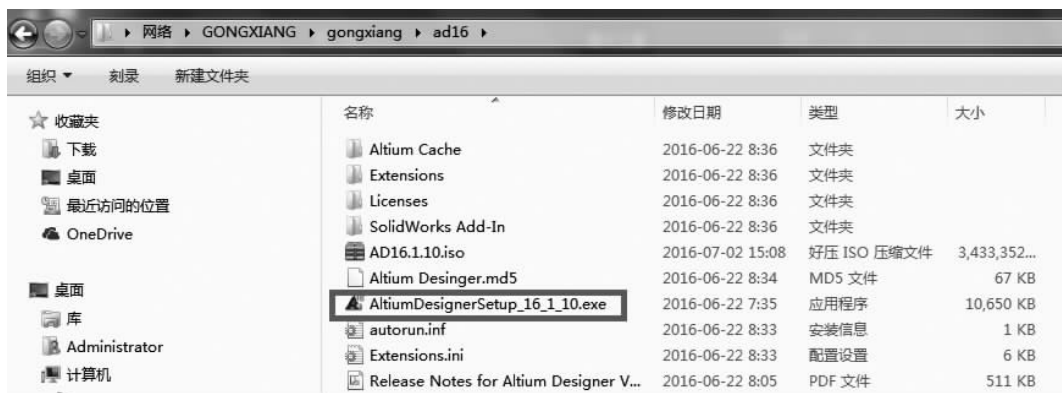

图 1-1 Altium Designer 16 安装文件
(1)解压并打开下载文件,双击“AltiumDesignerSetup_16_1_10.exe”开始安装,如图 1-1 所示。